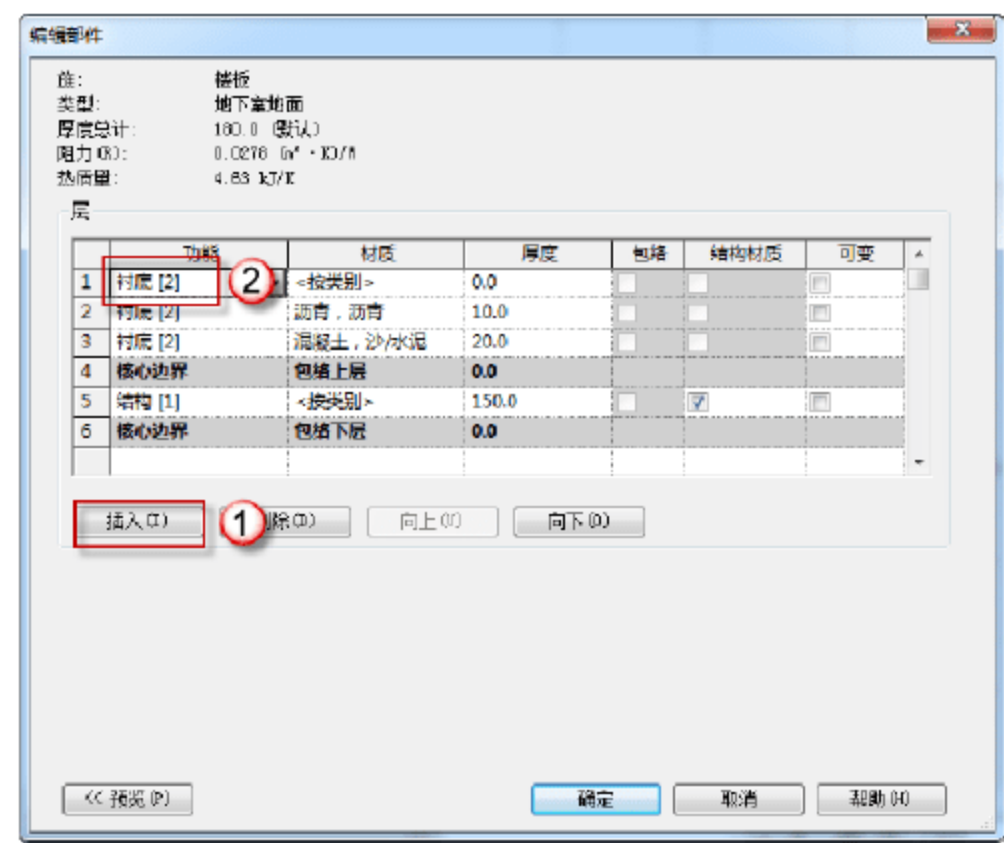

图 9.2.9 添加“衬底[2]”功能
(7) 添加“衬底[2]”功能。在“编辑部件”对话框中单击“插入”按钮，在“功能”参数下将“结构[1]”改为“衬底[2]”，如图 9.2.9 所示。